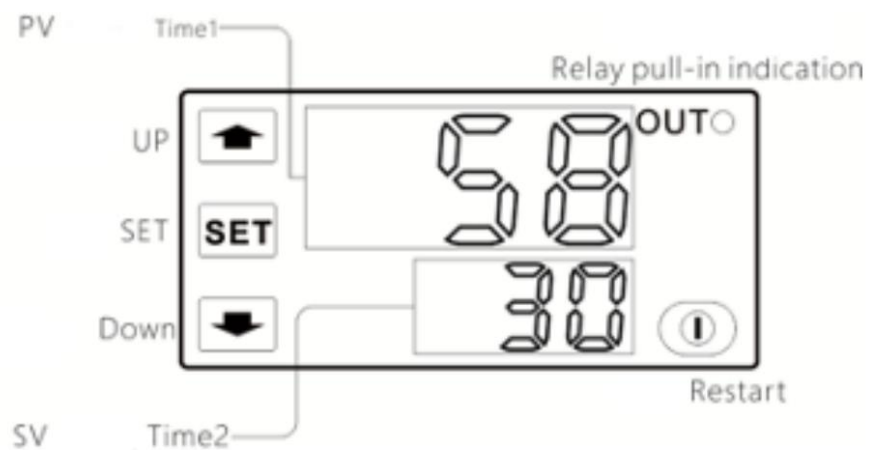

Fig1b
- B. Befolgen Sie die Schritte **4, 5, 6** und stellen Sie sicher, dass es wie in Abbildung 1b angezeigt wird.